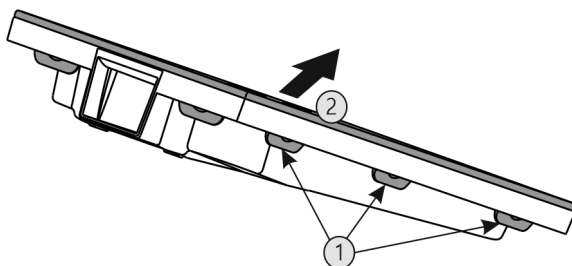

Fig. 30
- ▶ Stlačte za sebou všechny západky Fig. 30 (1) a sejměte kryt Fig. 30 (2).